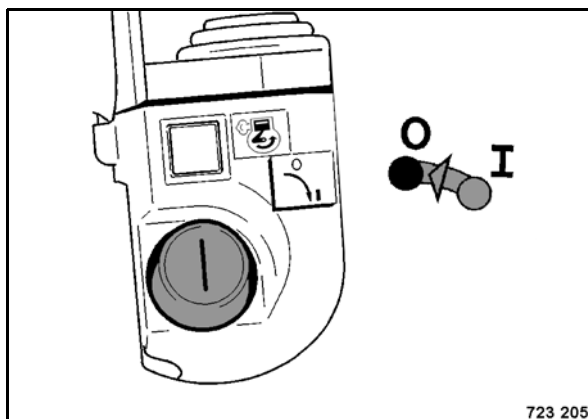

Рис. 48
- Повернуть выключатель зажигания (Рис. 48) в положение "0".